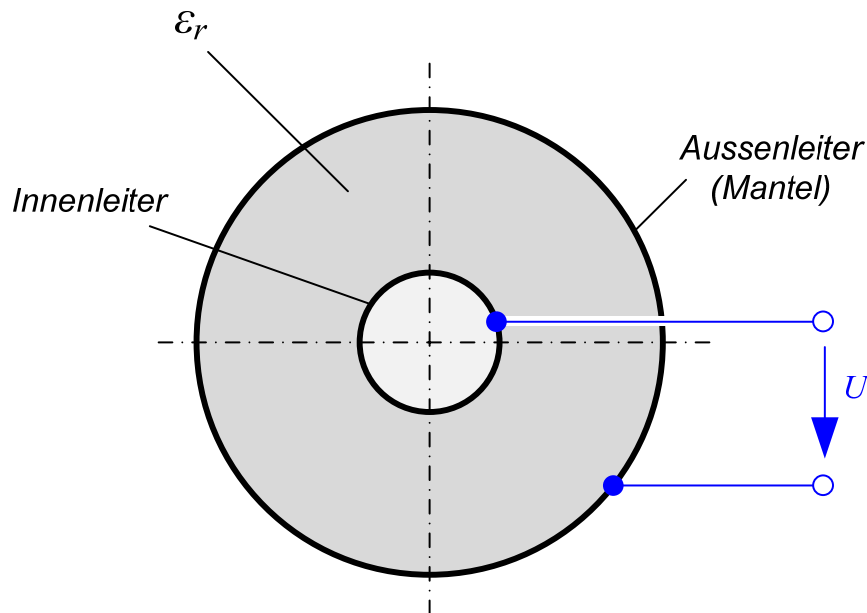

Fig. 4: Koaxialkabel
- Geben Sie die maximale Feldstärke E_{\max} im Innenraum des Koaxialkabels in Abhängigkeit der Spannung U (vgl. **Fig. 4**) an.